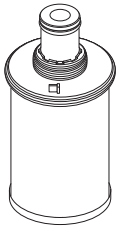

Fig. 50
5. **Abra el suministro de agua** del purificador y verifique que la pantalla tenga un vaso azul con gotas de agua en movimiento, pág. 6 (Fig. 50). De lo contrario, consulte la sección de Solución de problemas, pág. 10.